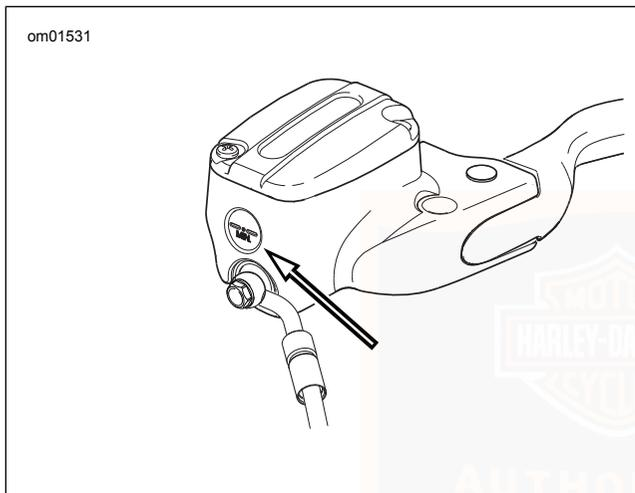

Abbildung 32. Kupplungsbehälterschauglas
2. Siehe Abbildung 32. Durch das Behälterschauglas prüfen, ob der Flüssigkeitsstand bei oder über der Min.-Linie ist. Wenn der Flüssigkeitsstand niedrig ist, mit dem nächsten Schritt fortfahren.